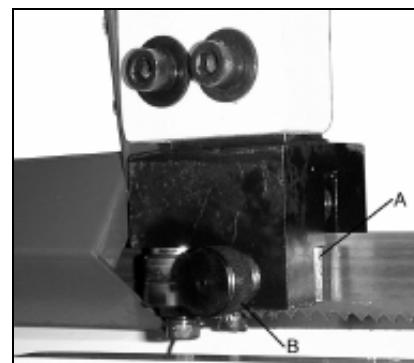

Рис. 13
Ослабьте твердосплавные направляющие полотна (A, Рис. 13), ослабив винты (B). Отодвиньте направляющие от полотна.
Отрегулируйте направляющие (А, Рис. 13) так, чтобы они немного касались полотна.